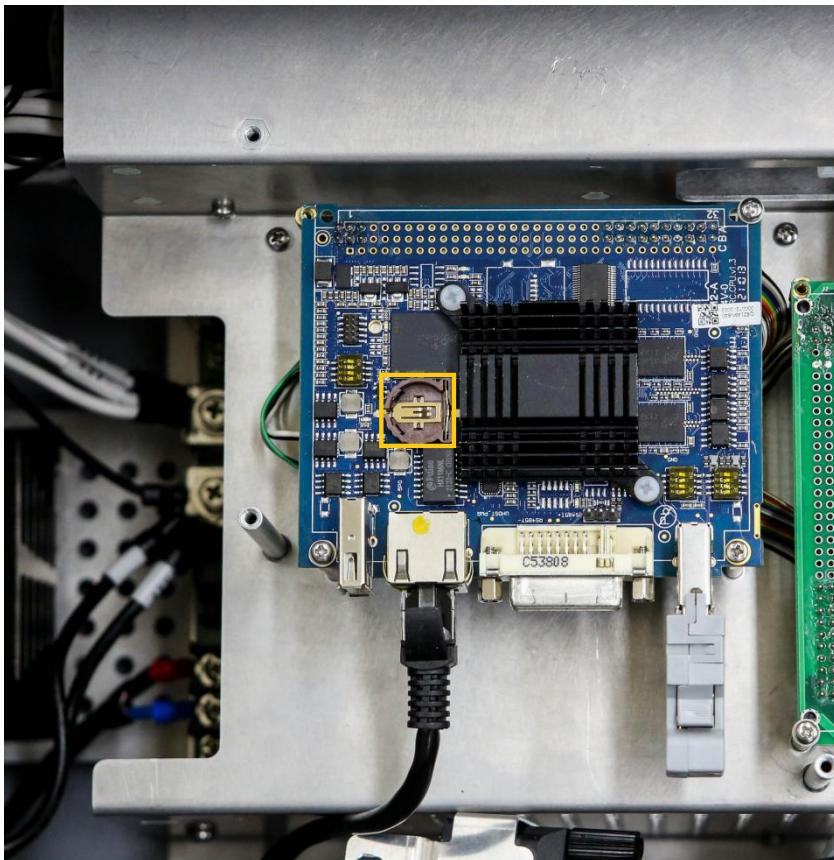

图 5-6：电池安装位置
- 用十字螺丝刀拆下核心板上保护钣金的 5 颗固定螺丝，取下钣金，找到核心板 3V 纽扣电池安装位置，如图 5-6 所示。